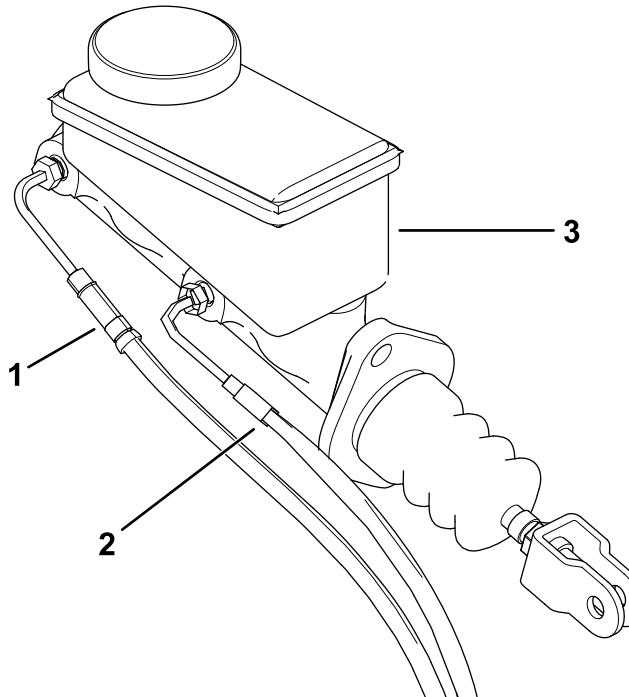

Figura 5
- Retire los tubos del freno delantero y trasero del cilindro maestro (Figura 5).
3. Instale los tubos del freno delantero y trasero hacia el cilindro maestro (Figura 5).